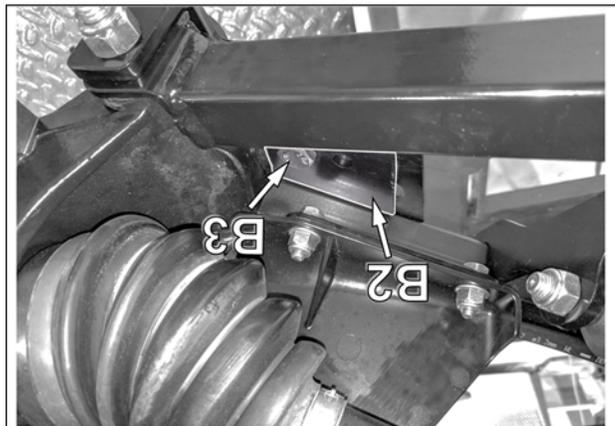

Fig. 5
5. Positionner le couvert de l'ancrage (B2) au dessus du bras de suspension inférieur. Insérer, par le dessus, le boulon (B3) au trou du couvert préalablement positionné, à travers le bras de suspension inférieur et le trou de l'ancrage de suspension. Voir la Fig. 5